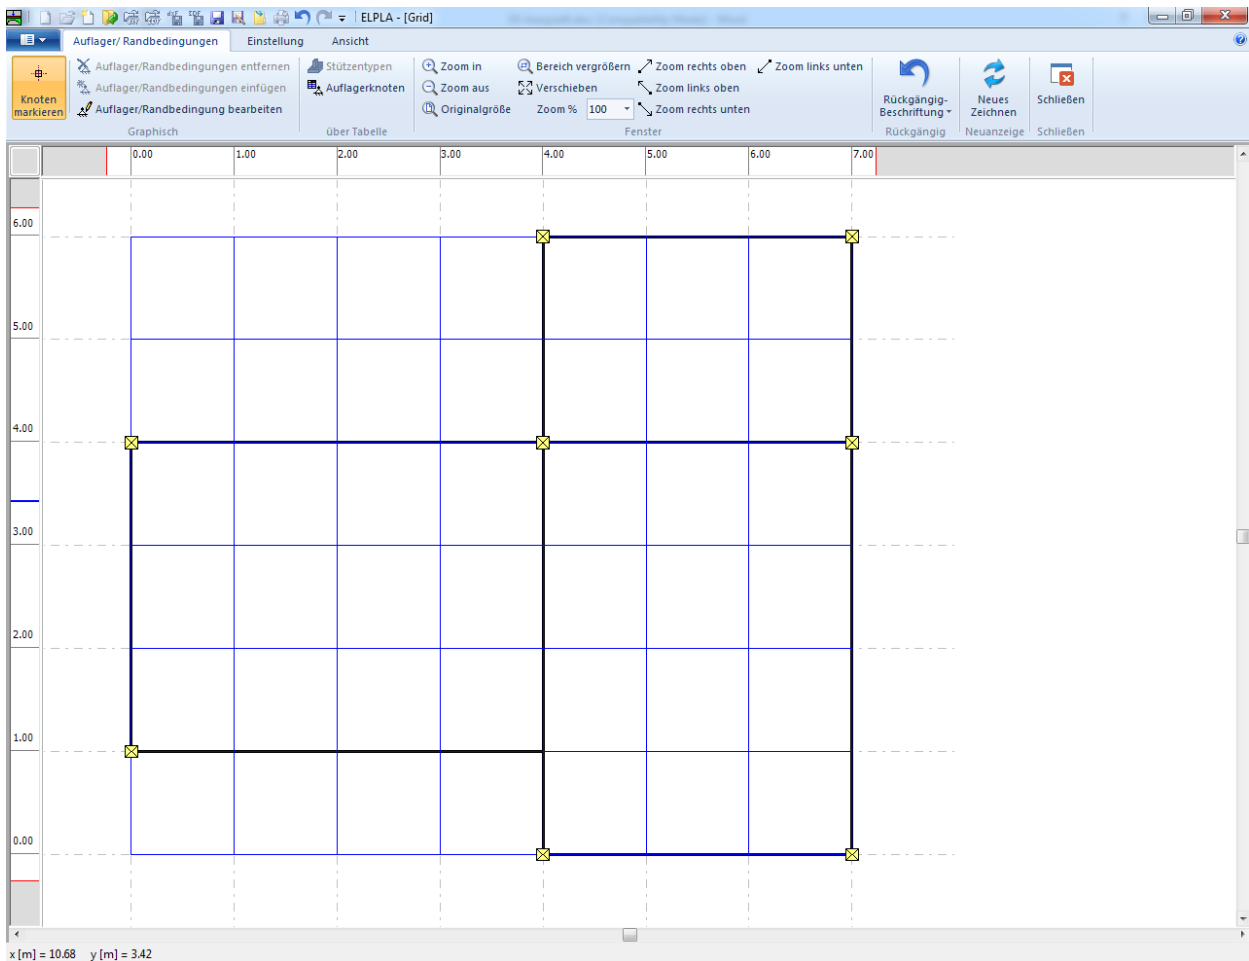

Bild 4.23 Auflager auf dem Bildschirm (kleine Rechtecke mit Kreuz)
Nach der Definition der Auflager sollte der Bildschirm wie das folgende Bild 4.23 aussehen.
- Wählen Sie "Speichern" aus dem "Datei"-Menü im Bild 4.23, um die Daten der Auflager zu speichern